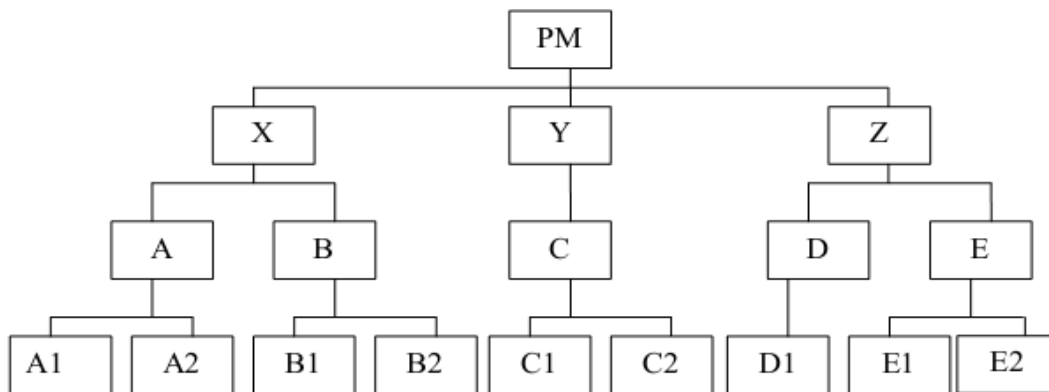

Рисунок 4 – Организационная структура исполнителей
**Задание 5.** На основе анализа участников проекта построить организационную структуру исполнителей (рисунок 4).